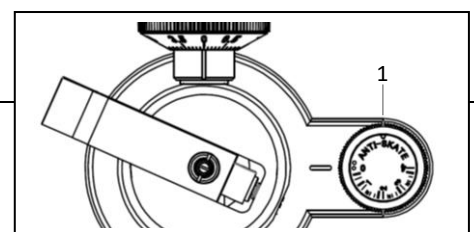

Abb. 5
- Den Antiskating-Einstellknopf (1) auf den gleichen Wert wie die Auflagekraft einstellen. (Abb. 5)